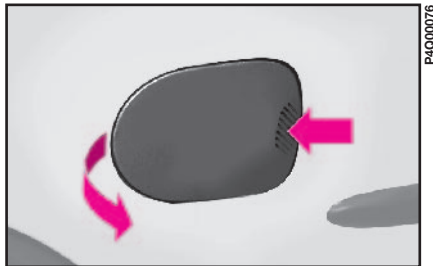

fig. 90
- 1) presione en el punto indicado y abra la tapa **fig. 90**;